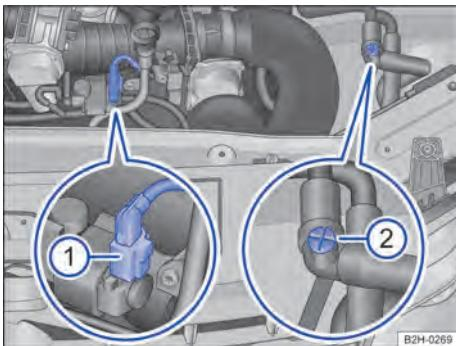

Fig. 154 No compartimento do motor: conector ① e válvula de ventilação manual ②.
4. Abrir a válvula de ventilação manual → Fig. 154 ② em cerca de três voltas em sentido anti-horário.
6. Remover o conector ao lado da vareta de medição do óleo → Fig. 154 ① e fixar. Não conectar o conector novamente até a visita à oficina.